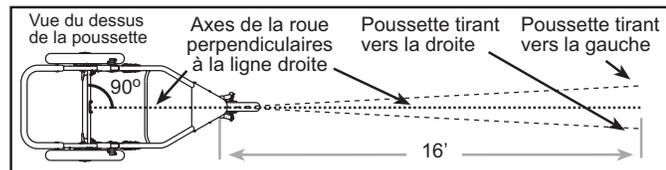

Fig. 12 Test de roulement de la poussette.
Remarque importante : Le réglage de l'alignement ne pourra se faire que lorsque la fourche de la poussette est en position fermée (mode jogging). Effectuez le test de roulement tel qu'il est décrit ci-dessous. Nous vous recommandons d'être à deux afin d'effectuer ce test, pour que la deuxième personne puisse attraper et vous renvoyer la poussette. La figure 12 illustre la démarche à suivre pour effectuer ce test de roulement.
d. Si la poussette tire de façon constante vers la gauche ou vers la droite alors qu'elle est poussée droite, passez aux étapes ci-dessous, ceci jusqu'à ce que l'alignement soit satisfaisant. La figure 12 illustre la manière d'interpréter les résultats.